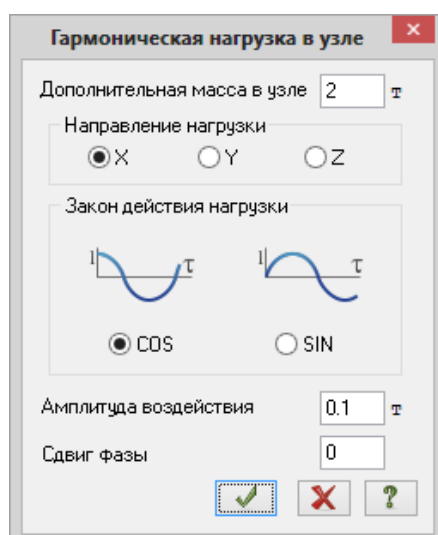

Рис.3.20. Диалоговое окно **Гармоническая нагрузка в узле**
- В диалоговом окне **Задание нагрузок**, щелчком по кнопке гармонической нагрузки, вызовите диалоговое окно **Гармоническая нагрузка в узле** (рис.3.20.).